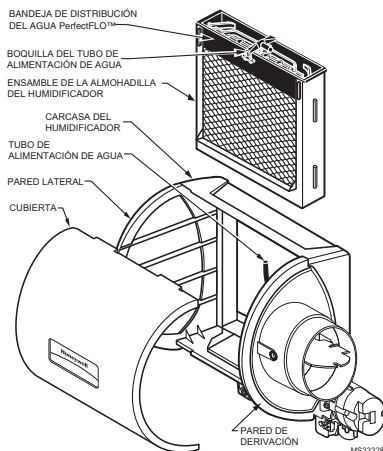

Fig. 18. Limpieza del humidificador.
2. Retire la cubierta del humidificador. Consulte la Fig. 18.